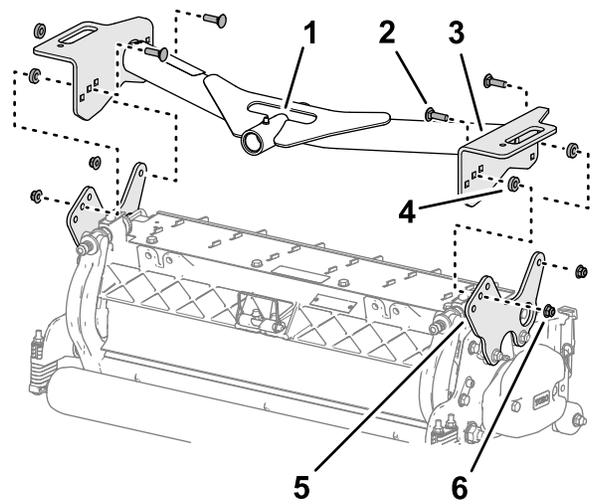

図 19
1. 前キャリアフレームのプレート穴を、カuttingユニットの取り付けプレートの穴に合わせる図 19。
2. スペーサをキャリアプレートと取り付けプレートの間に合わせ図 19、プレートとスペーサを仮止めするキャリッジボルト $\frac{3}{8}$ x 1 $\frac{1}{4}$ "、ワッシャ、フランジロックナット $\frac{3}{8}$ "を使用する。